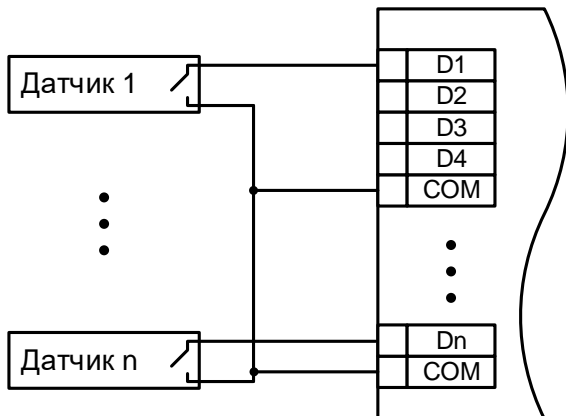

Рисунок 5.3 – Схема підключення датчиків з виходом типу «сухий контакт»
- контактний датчик без використання зовнішнього живлення (див. рисунок 5.3);